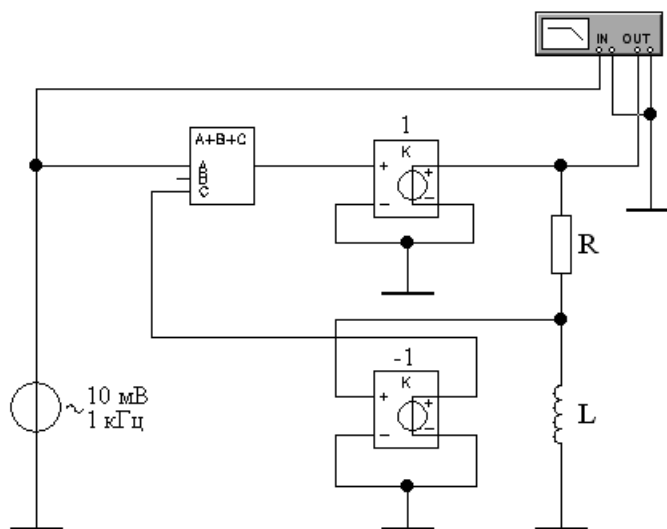

Рис.4.14. Схема для исследования частотных характеристик усилителя с индуктивной нагрузкой
1. Набрать на рабочем поле схему на рис.4.14;